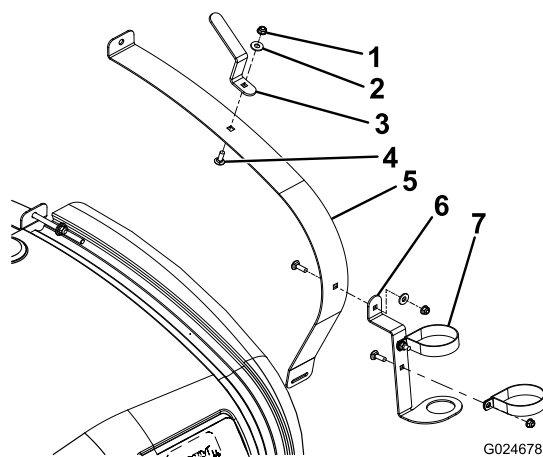
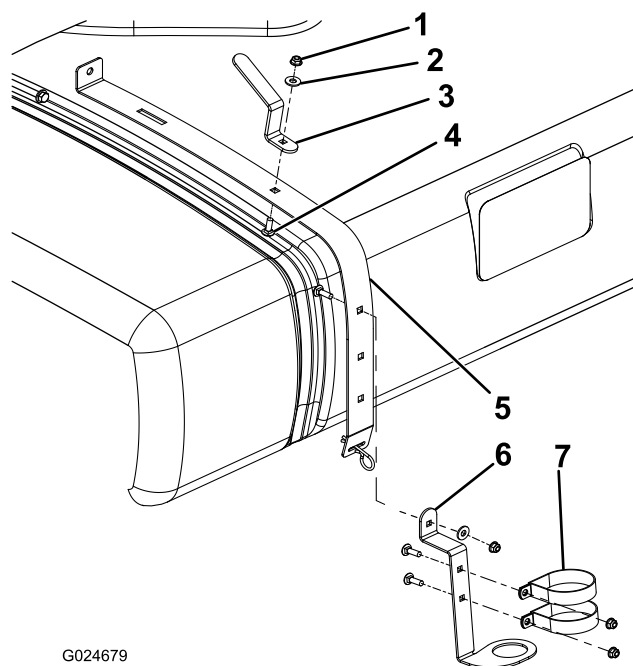

図 1
図 2
- ・ マルチプロ 1750では、右前の固定ベルトをゆるめる（図 1）。
- ・ マルチプロ WMでは、右後ろの固定ベルトをゆるめる（図 2）。
3. スプレーガン・ブラケットを取り付ける；図 1に示すように取り付けるか、図 2 キャリッジボルト、平ワッシャ、フランジヘッドナットを使用する。
- ホース用フックを取り付ける； 図 1に示すように取り付けるか、図 2 キャリッジボルト、平ワッシャ、フランジヘッドナットを使用する。